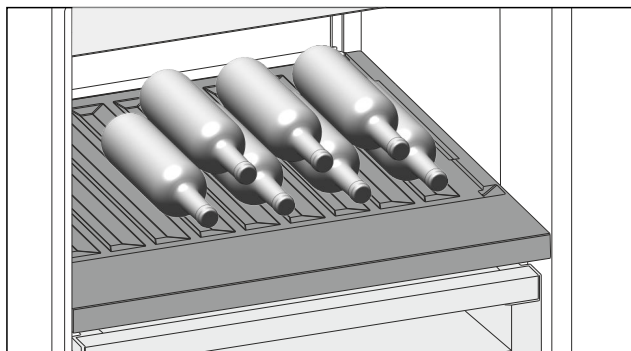

Fig. 114
- A palackokat az aljukkal hátrafele helyezze a hátfalhoz. (lásd Fig. 114)